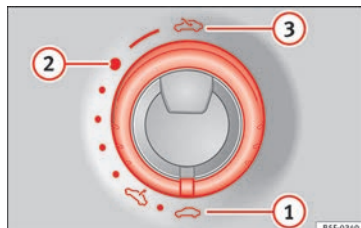

Bild 11 I innetaket: vrid knappen för att öppna och stänga
- Öppna: Vrid reglaget till läget » » **bild 11 ③**.
- Komfortläge: Vrid reglaget till läget » » **bild 11 ②**.
- Stänga: Vrid reglaget till läget » **bild 11** ①.